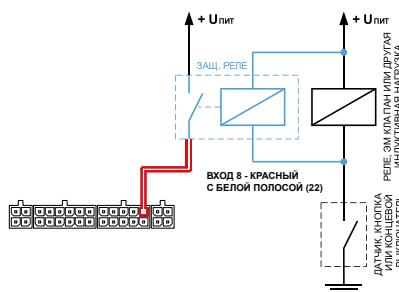

Рис.21. Схема подключения защитного реле
**2. Защитное реле** (Рис. 21) – устанавливается параллельно индуктивной нагрузке. При этом контакты защитного реле служат для замыкания входа АСН на «плюс».